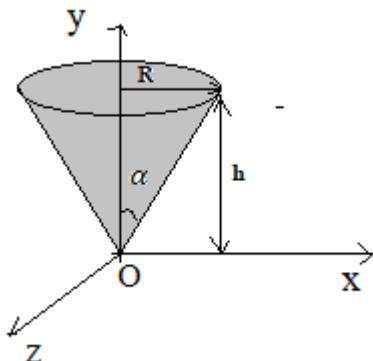

Figure III.23
Exercice 06. Considérant un cône plein de densité volumique ρ , de masse (m), de hauteur (h) et de rayon de base par rapport à son sommet (R) voir FigureIII.23.